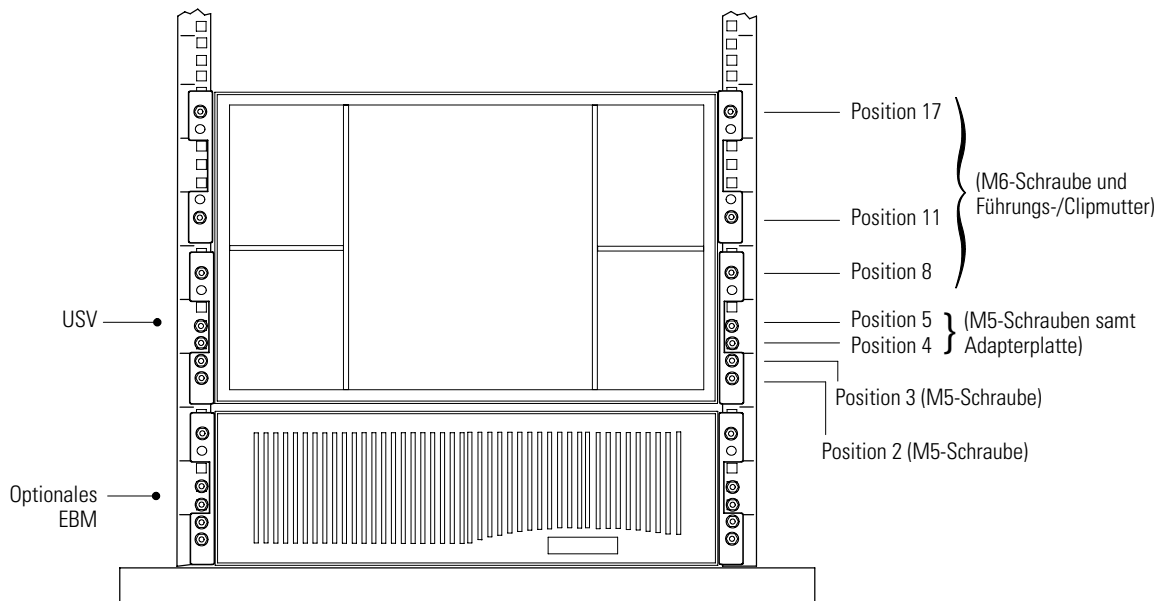

Abbildung 4. Befestigen der Frontseite der USV
HINWEIS Die USV nimmt die Positionen 1 bis 18 ein (siehe Abbildung 4 auf Seite 39).
1. Die Schiene mit zwei M5-Metallschrauben und Adapterplatte an der Vorderseite des Gestells befestigen (siehe Abbildung 4 auf Seite 39).
7. Sechs Käfig- oder Clipmuttern wie in Abbildung 4 gezeigt installieren.
9. Die Vorderseite des Schrankes, wie in Abbildung 4 dargestellt, am Gestell befestigen.